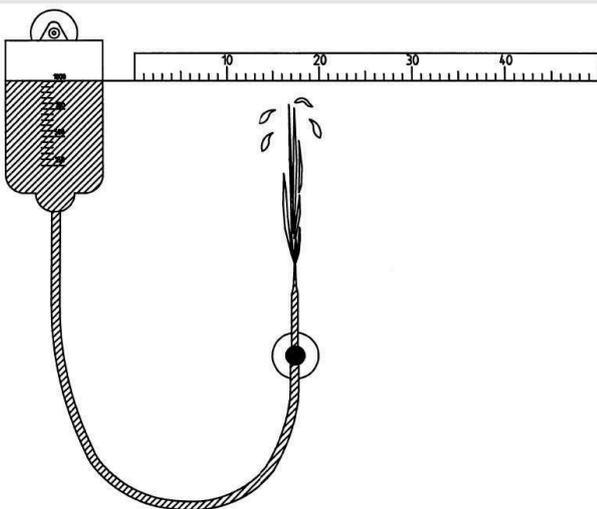

Abb. 2
- Lege den Maßstab in Höhe des Wasserspiegels auf die Tafel (Abb. 2).